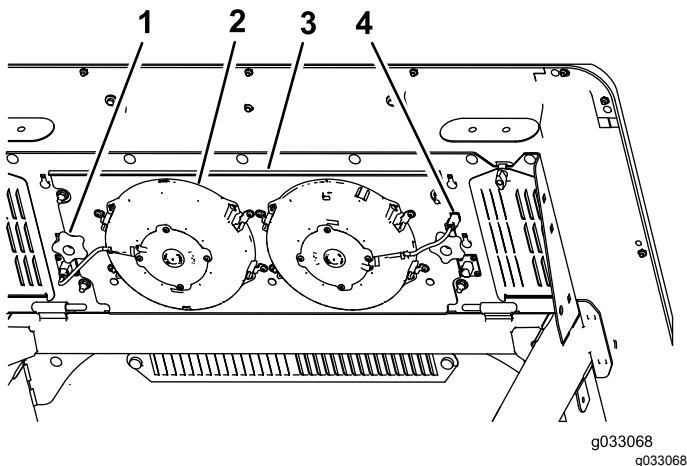

図 54
3. ファン用のプラグとコードをソケットから外す 図 54。
4. ファンパネルアセンブリとファンをキャブの上部に固定しているノブ2個ボルトを外してアセンブリを外す 図 54。